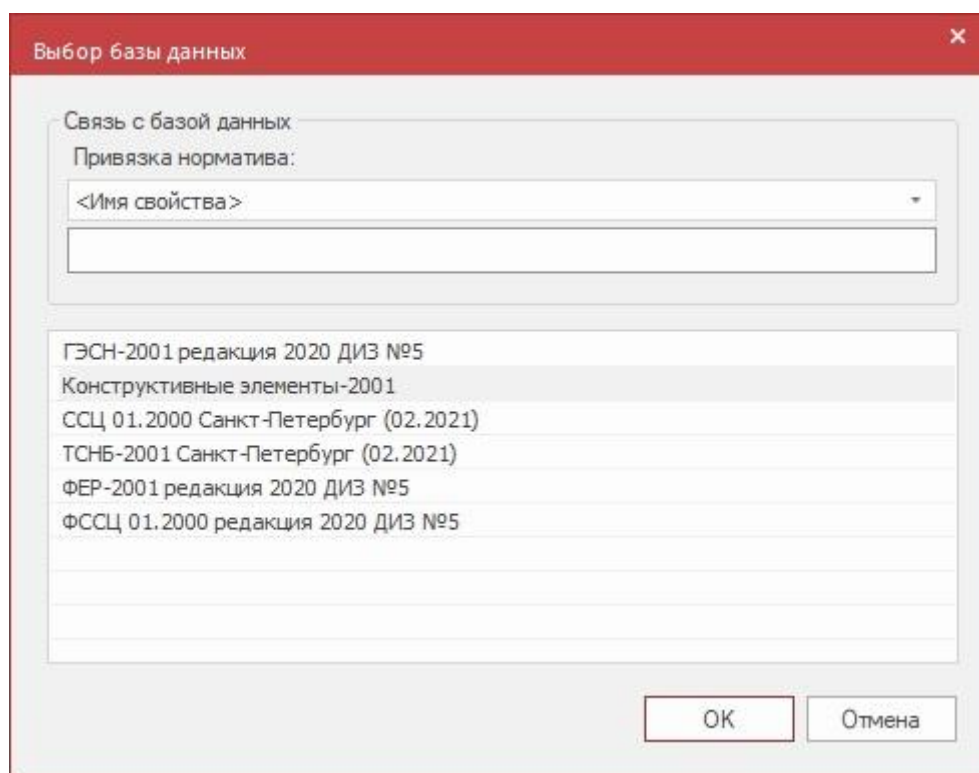

Рис. 2.7 Диалоговое окно Выбор базы данных
4. В открывшемся диалоге *Выбор базы данных* (рис. 2.7) необходимо: